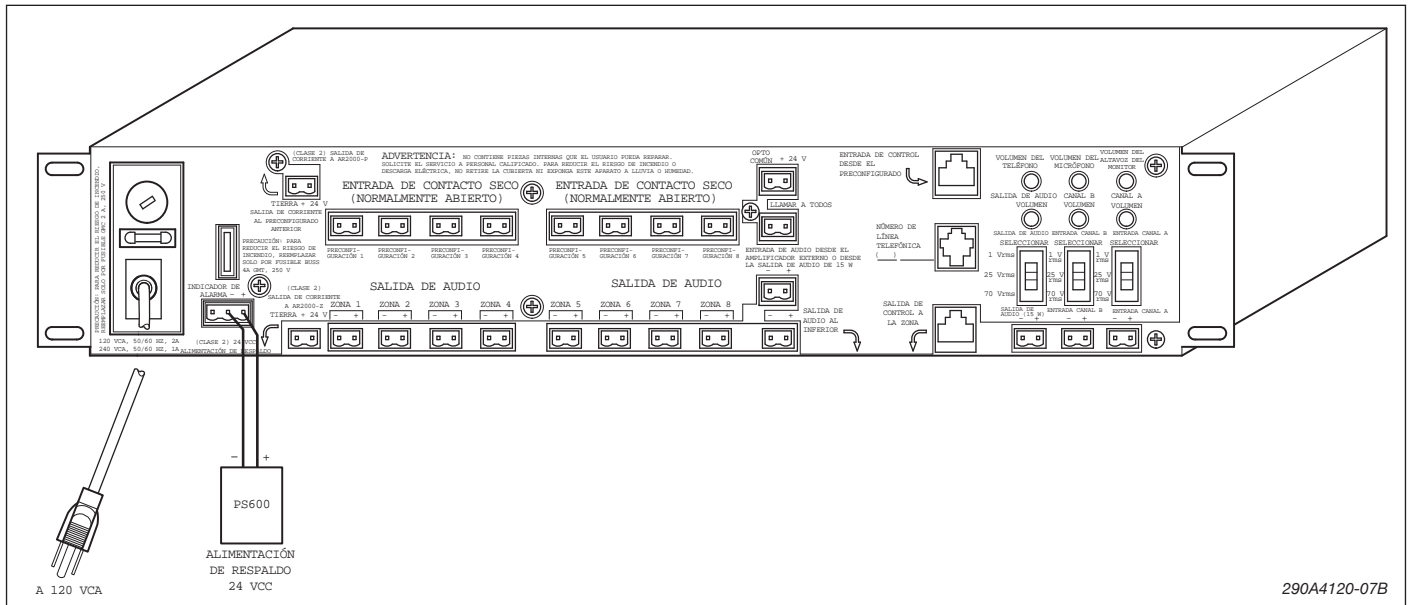

Figura 3-3.
A. Corriente local (vea la figura 3-3).
B. Alimentación de respaldo (vea la figura 3-3).
Si se desea usar 24 VCC como fuente de alimentación primaria o auxiliar, conecte el terminal "+" de la fuente de alimentación de 24 voltios CC al terminal "+" en el terminal de ALIMENTACIÓN DE RESPALDO DE 24 VCC en el AR2000-M y el terminal "-" de la fuente de alimentación de 24 VCC al terminal "-" en el terminal de ALIMENTACIÓN DE RESPALDO DE 24 VCC en el AR2000-M ubicado en la parte posterior del dispositivo. (Vea la figura 3-3).